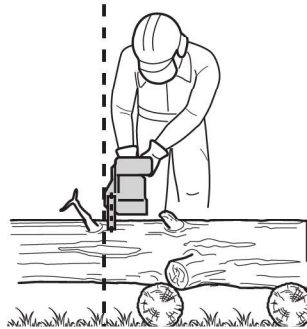

Fig. 29
- > Adote sempre uma postura segura durante a utilização do produto. Segure o produto do lado direito do seu corpo (Fig. 29).